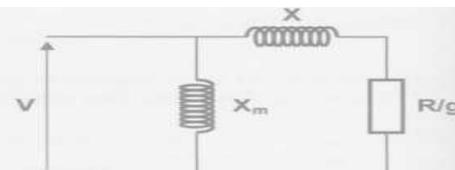

Figure 2 : Modèle simplifié
1.6/ Compte tenu des approximations faites, on utilise le modèle simplifié proposé en figure 2. Calculer les valeurs numériques de  $X_m$ ,  $R$  et  $X$ .